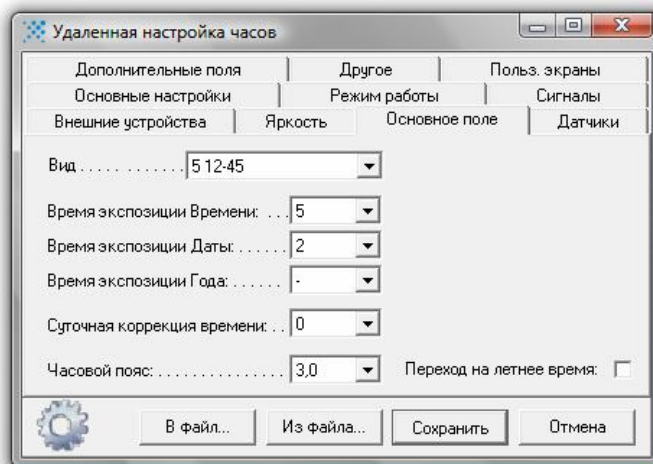

Рисунок 8 – Основное поле.
**Основное поле** – в данной вкладке настраиваются параметры экспонирования и формата отображения времени и даты в основном поле часов, а также суточная коррекция времени, часовой пояс и переход на летнее время (рисунок 8). В поле «Вид» выбирается формат отображения в основном поле для всех перечисленных ниже параметров – в выпадающем списке приведем номер формата и пример отображения. В полях «Время экспозиции